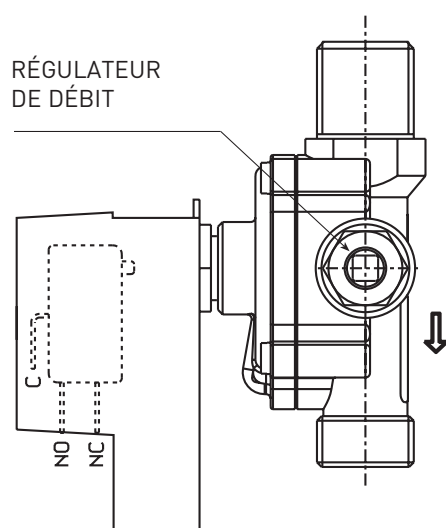

Fig. 5
2.2.2 Production de l'eau sanitaire "DUETTO" (fig. 5)
Pour régler le débit de l'eau sanitaire, agir sur le régulateur de débit du pressostat de l'eau (fig. 5):